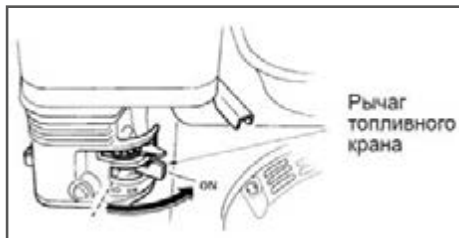

Рис.18 Открытие топливного крана
1. Откройте топливный кран, переместив рычаг топливного крана в рабочее положение (ON) Рис. 18.